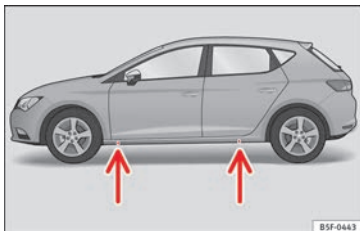

Fig. 186 Travessa: marcas.
- Procure na longarina o ponto de apoio (zona para dentro) mais próximo da roda que pretende desmontar » Fig. 186. Na longarina, após a marca, encontra-se o ponto de apoio para o macaco*.